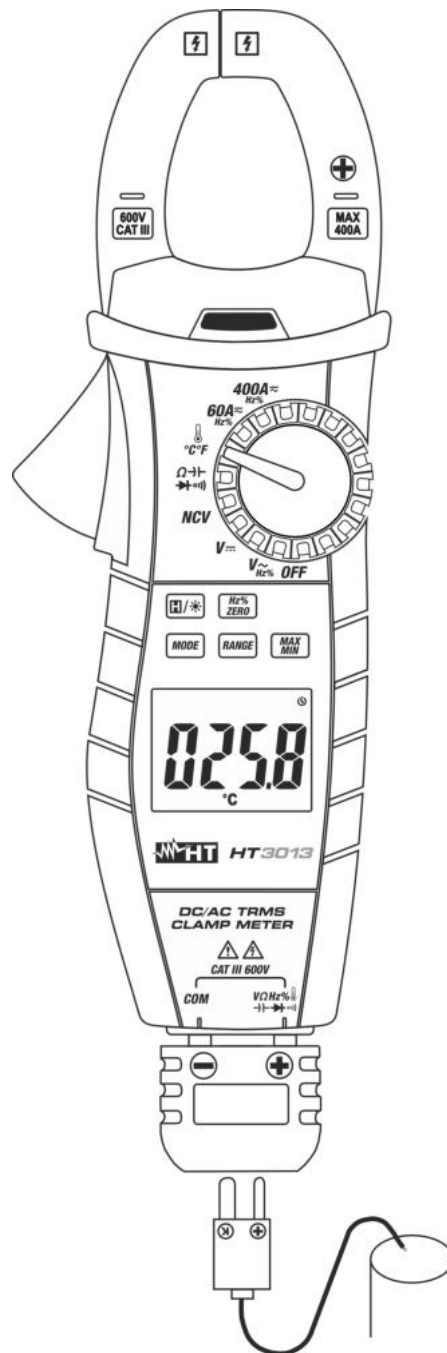

Fig. 10 : Utilisation de l'instrument pour mesure de température
3. Insérer la sonde à fil de type K de dotation dans les bornes d'entrée  $\text{V}\Omega\text{Hz}\% \rightarrow \text{---} \rightarrow \text{---} \rightarrow \text{---} \rightarrow \text{---}$  et **COM** par l'adaptateur correspondant, en respectant la polarité montrée en Fig. 10. La valeur de température apparaît à l'écran.